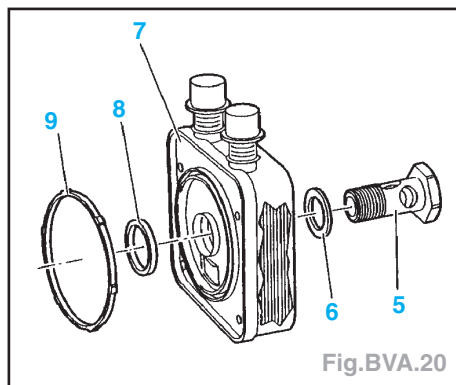

Fig.BVA.20
- Déposer (Fig.BVA.20) :
- la vis (5) et le joint (6),
- l'échangeur thermique (7) et récupérer les joints (8 et 9) sous l'échangeur.
- Remplacer les joints (8, 9 et 6) (Fig.BVA.20).